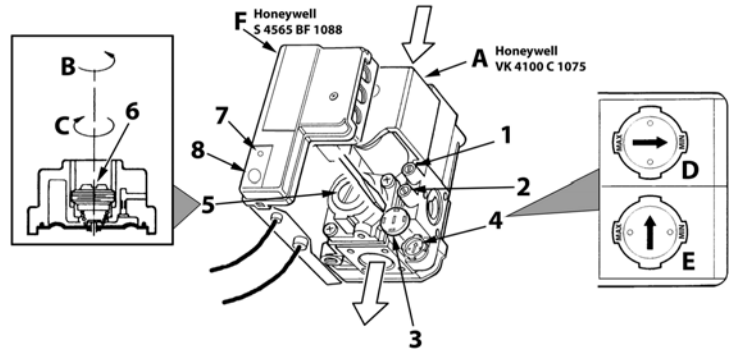

рис. 17 - Регулирование давления
На котле PEGASUS D можно регулировать тепловую производительность топки и, следовательно, тепловую мощность, передаваемую воде системы отопления; это делается исключительно путем регулировки основной горелки с помощью газового вентиля (см. рис. 17). На графиках, приведенных в параграфе сар. 5.2, показано изменение передаваемой воде тепловой мощности в зависимости от изменения рабочего давления горелки. Возможность приведения мощности котла в соответствие с реальными потребностями отопления означает, прежде всего, снижение потерь и экономию топлива. Кроме того, при регулировке мощности, регламентированной также стандартом, котлы сохраняют значения КПД и характеристики сгорания почти без изменений.
1. С помощью небольшой отвертки снимите защитный колпак 5 вторичного привода газового вентиля рис. 17.
2. Подключите манометр к клемме давления 2 (рис. 17), расположенного после газового вентиля, затем переведите ручку термостата котла на максимум.
3. Регулируйте давление с помощью винта 6 (рис. 17) на желаемое значение, руководствуясь диаграммами, приведенными в параграфе сар. 5.2.
2. Снимите с газового вентиля маленький защитный колпак 3 (рис. 17). С помощью маленькой отвертки регулируйте "СТУПЕНЬ" розжига на основании выбранного для работы газа ( G20-G25 положение D рис. 17 или G30-G31 положение E рис. 17); установите защитный колпак на место.
- Спустите воздух из газопроводных труб через штуцер отбора давления 1 газового вентиля (рис. 17).